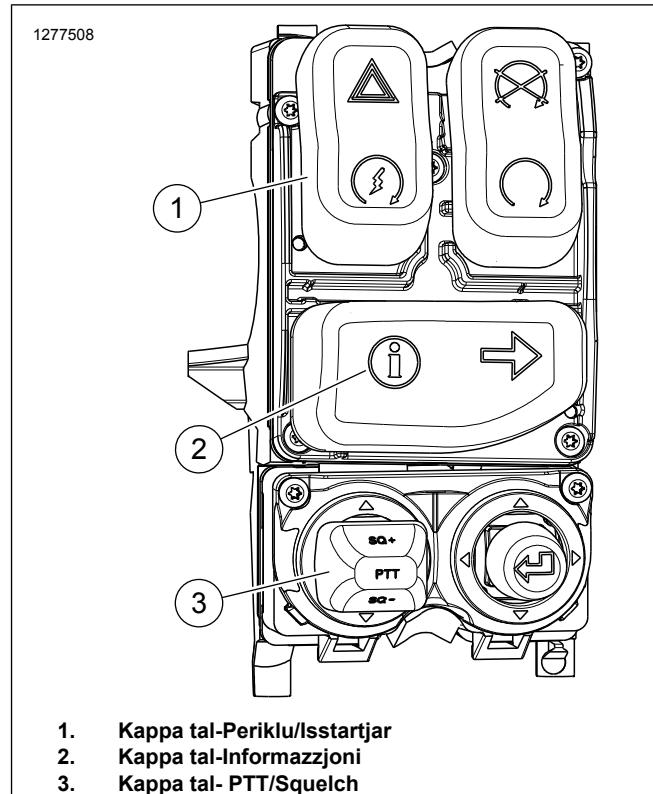

Figura 6. Kontroll tal-Lemin (71500130C) tal-2014 u Wara
1. Ara Figura 6 . Ibdel il-modulu tal-kontroll tal-id tal-lemin b' Part Nru 71500130C. Ara l-manwal tas-servizz.
- Ara Figura 6 . Neħħi l-kopertura tal-Informazzjoni (2) mill-modulu tal-kontroll il-ġidid.
- Ara Figura 6 . Neħħi l-kopertura tal-Informazzjoni (2) u l-kopertura Hazard/Start (Periklu/Ixgħel) (1) mill-modulu tal-kontroll il-ġidid.